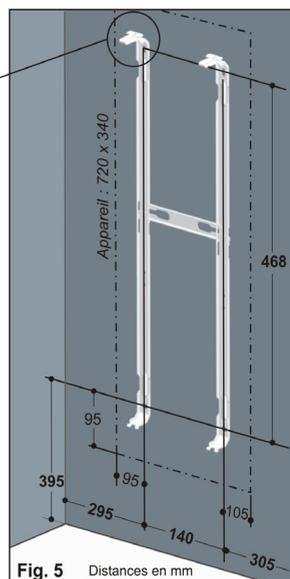

Fig. 5 Distances en mm
- Appliquer le dossier au mur et pointer les 4 trous de fixation en respectant les cotes de la figure 5 ci-contre.